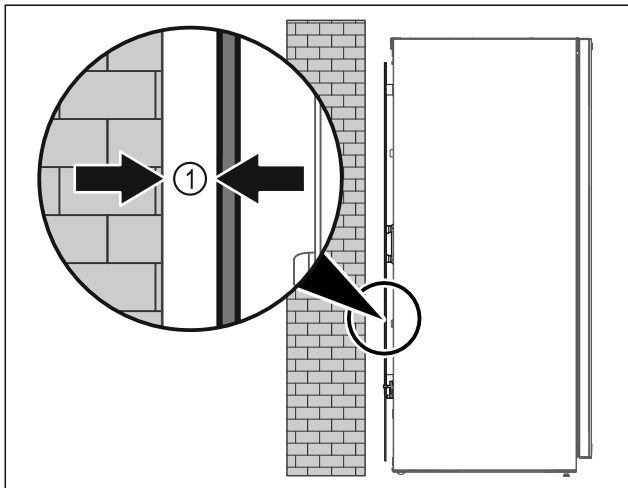

Fig. 7
- ▶ Поставити пристрій в приміщенні окремо або безпосередньо до стіни на відстані 5 мм Fig. 7 (1).